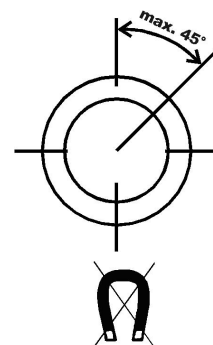

Fig. 1
- ✚ Ne montez les commutateurs qu'en position verticale, écart 45° max. (Fig. 1).